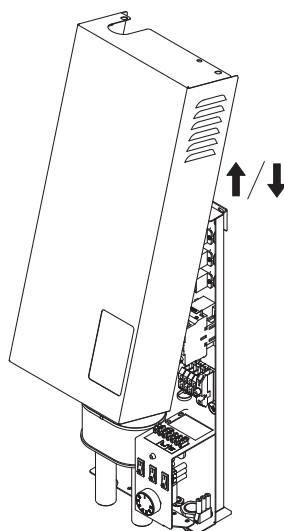

Рис.6 Демонтаж кожуха
- 2 Шаг Выдвинуть на себя нижнюю часть кожуха в соответствии с **Рис.6**;
- 2 Шаг Надеть кожух котла на зацепы в верхней части котла в соответствии с **Рис.6**;